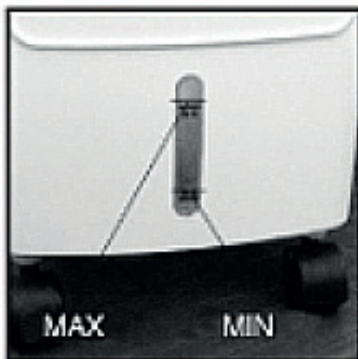

Fig 2
- a - Achten Sie beim Nachfüllen von Wasser auf den Füllstand des Wassertanks (Abb. 2).